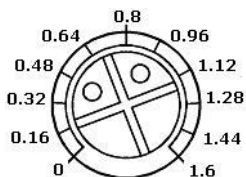

Рис.6. Установка тока фазы двигателя
5. Встроенным потенциометром «ТОК» установите требуемый ток фаз двигателя согласно рис.6.